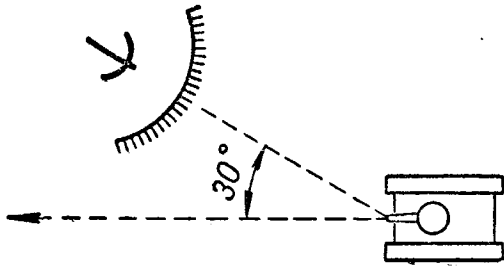

Рис. 3. Целеуказание от направления движения
65. Целеуказания от направления движения танка (рис. 3). Докладывающий указывает направление на цель по отношению к направлению движения танка (курсовой угол танка), цель и расстояние до нее.